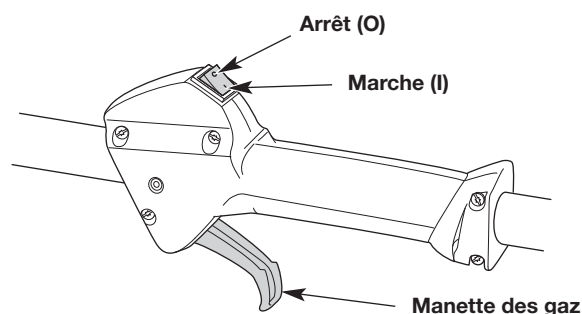
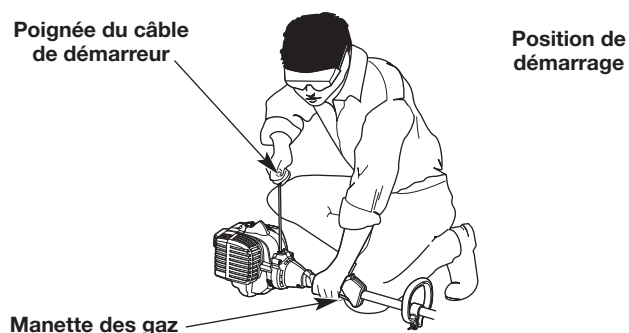

Fig. 4
Fig. 6
**AVERTISSEMENT :** évitez tout démarrage accidentel de l'appareil. Pour éviter toute blessure grave, l'opérateur et l'appareil doivent être tous deux en position stable quand l'opérateur tire sur le câble de démarreur (Fig. 6).
**REMARQUE :** il n'est pas nécessaire de démarrer l'appareil. L'interrupteur de marche/arrêt est constamment en position de marche (I) (Fig. 4).
5. Accroupissez-vous en position de démarrage (Fig. 6).
6. Appuyez sur la manette des gaz (Fig. 4) et tirez sur le câble de démarreur d'un mouvement contrôlé et ferme à **5 reprises** (Fig. 6).
2. Appuyez sur l'interrupteur de marche/arrêt et maintenez-le enfoncé en position d'arrêt (O) jusqu'à ce que le moteur s'arrête complètement (Fig. 4).